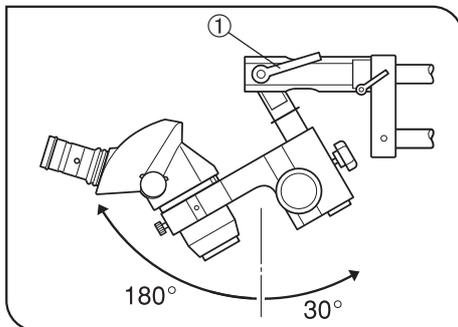

Abb. 19
4. Zum Schwenken des Mikroskopstativs nach vorne oder hinten den Schwenk-Feststellhebel ① lösen. (Abb. 19)